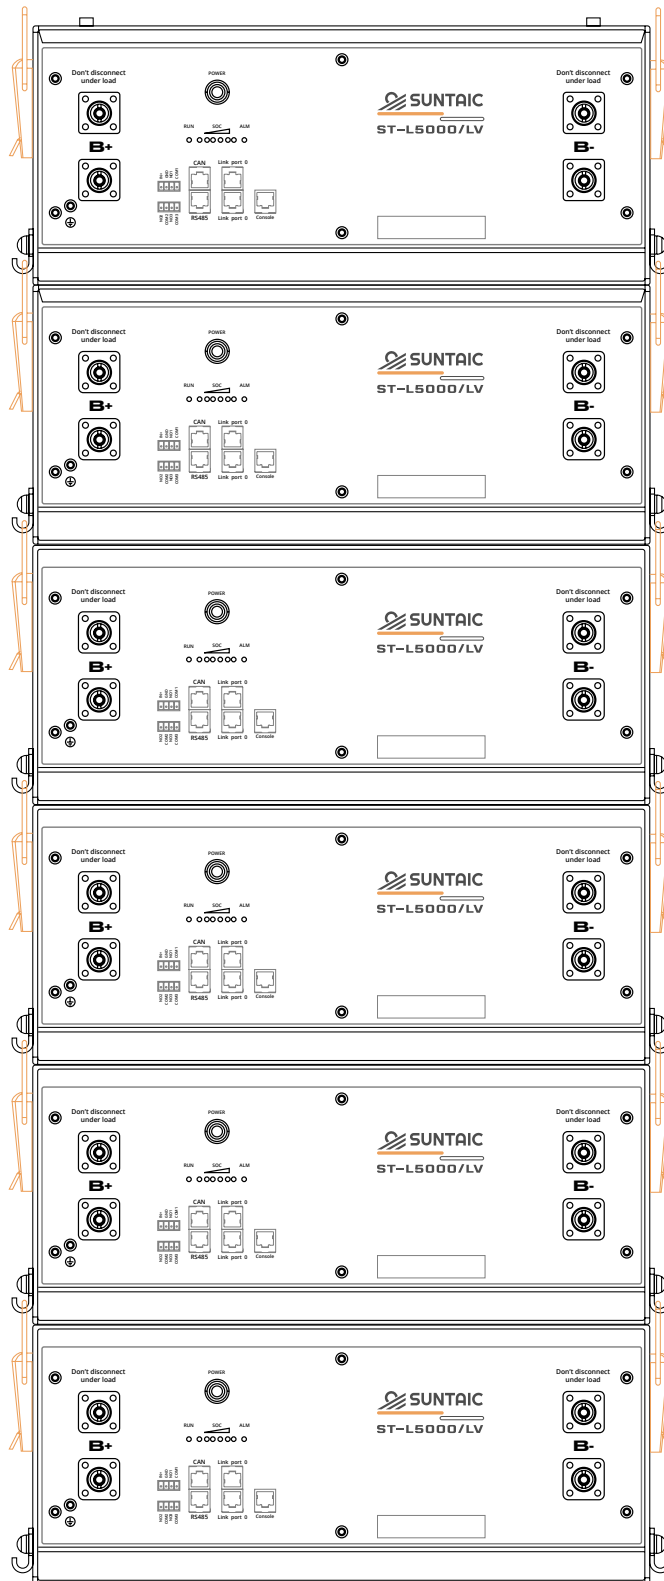

Fig 8 Seis módulos apilados
1.6 Como se muestra en la figura (Fig. 8), se pueden apilar hasta 6 módulos utilizando un soporte para su fijación. (El modo de cableado es el mismo que el del armario).